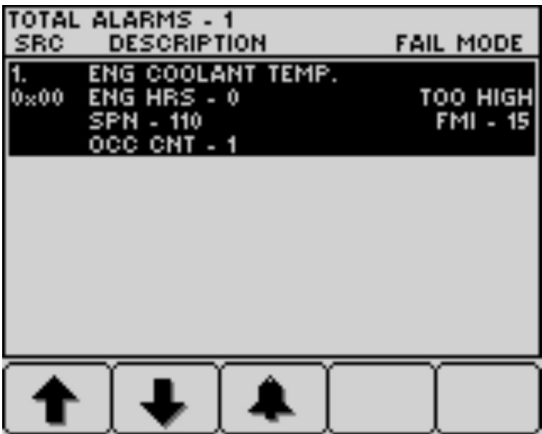

Figure 79
3. Appuyez sur les boutons 1 à 5 pour afficher la liste des anomalies actives (Figure 79).
4. Appuyez sur les boutons 1 à 5 pour afficher la liste des anomalies actives ; voir la Figure 79 sous Messages d'avertissement du moteur (page 50).